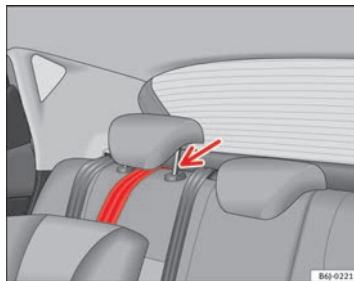

Fig. 28 Cinghia di fissaggio: regolazione corretta e montaggio
- Passare la cinghia di fissaggio del Top Tether sotto il poggiatesta del sedile posteriore ⇒ fig. 28 (sollevare il poggiatesta se necessario).